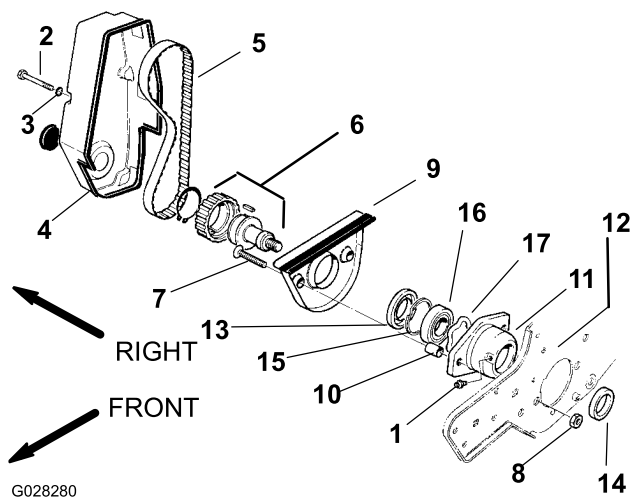
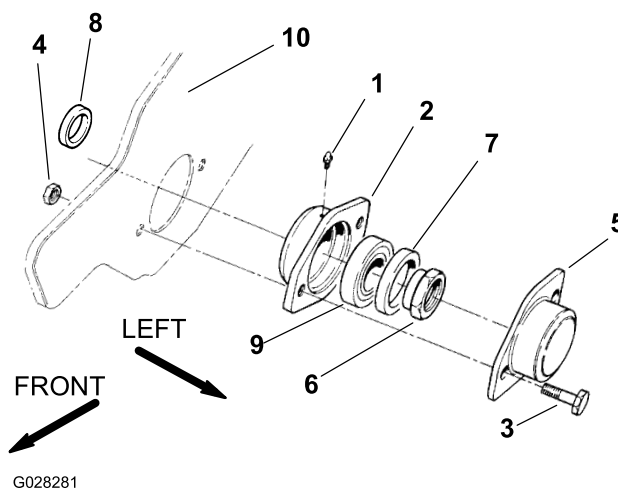

Figure 1
Figure 2
1. Retirez les 4 vis d'assemblage, les 4 rondelles frein et le couvercle d'entraînement du cylindre de la tondeuse (Figure 1).
2. Déposez la courroie d'entraînement du cylindre sur l'ensemble poulie et entraînement (Figure 1).
3. Retirez les vis d'assemblage, les contre-écrous et le couvercle de roulement sur le logement de roulement gauche (Figure 2).
4. Introduisez un carré d'entraînement de 1/2 pouce dans l'ensemble poulie et entraînement (Figure 1) et déposez l'ensemble de l'arbre d'entraînement du cylindre. Retirez en même temps le contre-écrou de roulement (Figure 2) de l'arbre d'entraînement du cylindre.
5. À l'aide d'une clé Allen, retirez les deux vis à tête plate, le couvercle du bras de groomer et les deux chevilles de positionnement du couvercle sur le logement de roulement (Figure 1).
6. Déposez les graisseurs dans les deux logements de roulement (Figure 1 et Figure 2).
7. Sortez les deux logements de roulement du cadre et du cylindre (Figure 1 et Figure 2), et déposez le cylindre de la tondeuse.
3. Fixez le logement de roulement droit dans le cadre et sur l'arbre du cylindre (Figure 1).
4. Fixez le logement de roulement gauche dans le cadre et sur l'arbre du cylindre (Figure 2).
5. Serrez les vis à tête plate et les écrous qui fixent le logement de roulement droit au cadre (Figure 1).
6. Tout en serrant le contre-écrou de roulement (Figure 2) sur l'arbre de cylindre, serrez l'ensemble poulie et entraînement (Figure 1) sur l'arbre de cylindre. Serrez l'ensemble et l'écrou à 68 Nm (50 pi-lb).
8. Placez le couvercle de roulement sur le logement et fixez-le au cadre avec les deux vis d'assemblage et contre-écrous (Figure 2).
10. Fixez le couvercle d'entraînement du cylindre à la tondeuse au moyen de 4 rondelles-frein et vis d'assemblage (Figure 1).
11. Posez les graisseurs sur les deux logements de roulement et graissez-les avec de la graisse universelle au lithium (Figure 1 et Figure 2).